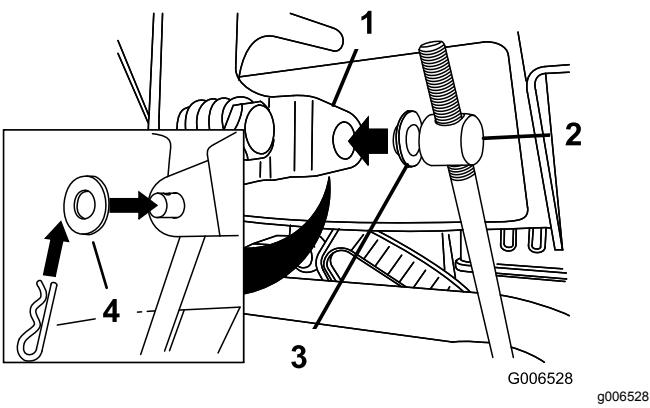

Bild 7
- Legen Sie eine Flachscheibe auf den Drehzapfen (Bild 7).
6. Heben Sie die Geschwindigkeitsschaltstange an und setzen Sie den Drehzapfen in das Loch im Geschwindigkeitsschalthebel (**Bild 7**).
- Schließen Sie den Drehzapfen vom Geschwindigkeitsschalthebel ab (Bild 7).
- Drehen Sie den Drehzapfen auf der Geschwindigkeitsschaltstange nach unten (nach rechts) (Bild 7).
- Schließen Sie den Drehzapfen am Geschwindigkeitsschalthebel an (Bild 7).
- Drehen Sie den Drehzapfen an der Geschwindigkeitsschaltstange nach oben (nach links) (Bild 7).